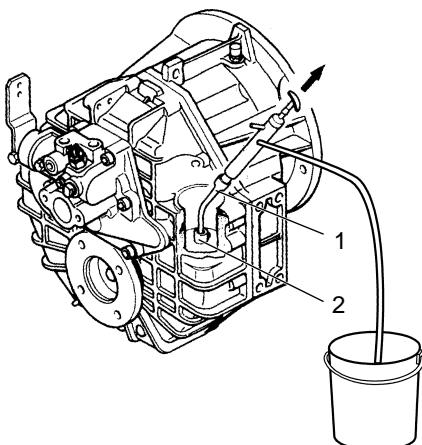

Fig. V-6
- 2.2.1 **ZF 45A, ZF 45-1, ZF 63A, ZF 63:** Push hose of suction pump (figure V-6, item 1) through suction pipe (figure V-6, item 2) down to bottom of the housing and remove the fluid.
- 2.2.1 **ZF 45A, ZF 45-1, ZF 63A, ZF 63:** Inserire il tubo di una pompa di aspirazione (fig. V-6, pos. 1) nel foro apposito che si trova nell'alloggiamento del filtro (fig. V-6, pos. 2) e assicurarsi che venga raggiunto il fondo della scatola, dopodichè aspirare tutto l'olio.
- 2.2.1 **ZF 45A, ZF 45-1, ZF 63A, ZF 63:** Introduire le tuyau de la pompe de vidange (figure V-6, position 1) à travers la canalisation d'aspiration (figure V-6, position 2) jusqu'au fond du carter et aspirer l'huile.
Introducir el tubo de una bomba de aspiración (Fig. V-6, pos. 1) en el orificio que se encuentra en el alojamiento del filtro (Fig. V-6, pos. 2), verificar que llegue al fondo de la caja y luego aspirar todo el aceite.
- 2.2.1 **ZF 45A, ZF 45-1, ZF 63A, ZF 63:** Den Schlauch einer handelsüblichen Saugpumpe (Pos.1, Bild V-6) durch das Saugrohr (Pos. 2, Bild V-6) bis auf den Gehäuseboden stecken und das Öl absaugen.